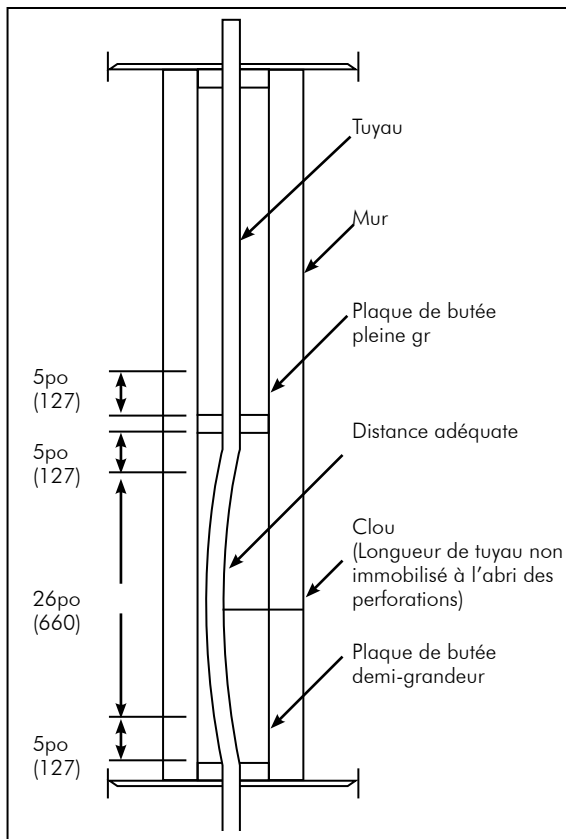
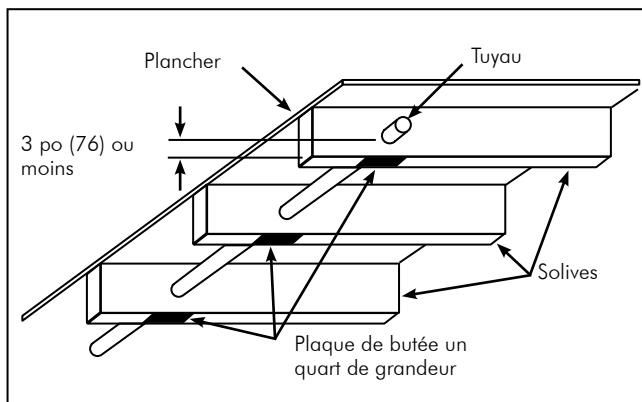

FIG. 4-13 Grande longueur de tuyau non appuyé, plus de 3 pi (9,84 m), dans une cloison murale intérieure
FIG. 4-15 Dispositif de protection requis pour un tuyau qui traverse des solives à au moins 3 po d'une surface de clouage potentielle
1. Installer des dispositifs de protection, par exemple des plaques de butée pour empêcher que des forets, des clous, des vis, etc. pénètrent dans le tuyau (voir la **FIG 4-13**) aux endroits où le tuyau sera dissimulé et ne sera pas libre de bouger et ainsi éviter de tels risques de perforation.
- B. Aux points d'appui et aux points de pénétration situés à moins de 2 po (51) de tout bord d'un montant, d'une solive, d'une plaque, etc., un dispositif de protection est nécessaire dans la zone d'appui et à moins de 5 po (127) de chaque côté (le cas échéant). Utilisez une plaque de butée demi-grandeur ou pleine grandeur à ces endroits.
- C. Aux points d'appui et aux points de pénétration, soit de 2 po (51) à 3 po (76) de tout bord d'un montant, d'une solive, d'une plaque, etc., un dispositif de protection est nécessaire dans la zone d'appui de chaque côté. Utilisez une plaque de butée un quart de grandeur à ces endroits (voir la **FIG 4-15**).